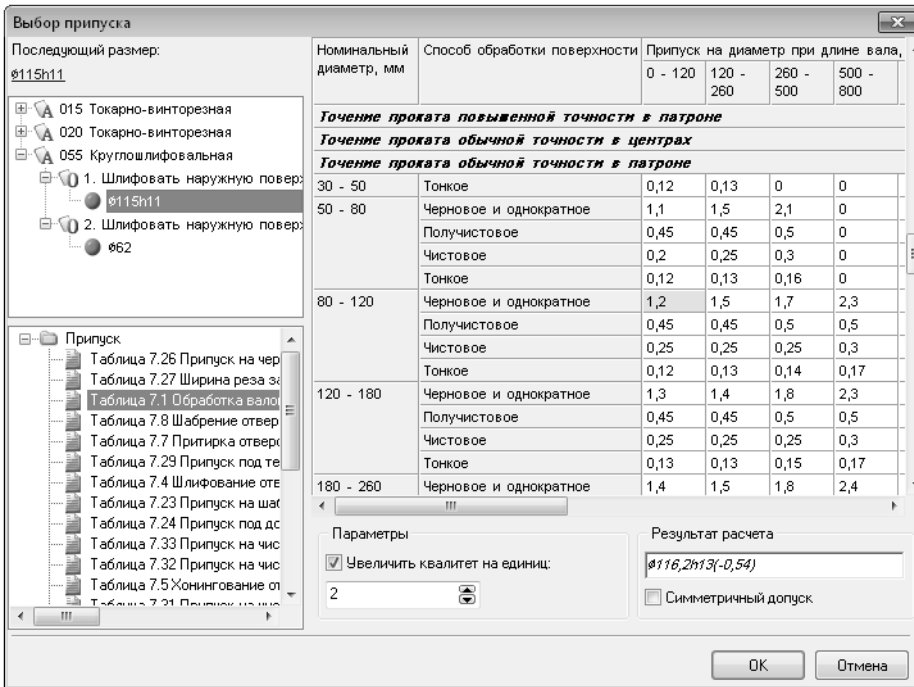

Рис. 4.10.
23. В верхнем левом углу расположено поле для выбора значения последующего размера. Последовательно разверните, нажав на значок «+», операцию *055 Круглошлифовальная — переход 1* (рис. 4.10).
25. Установите курсор на *Таблица 7.1 Обработка валов* (рис. 4.10). Этот выбор обусловлен тем, что ведется наружная обработка тела вращения.